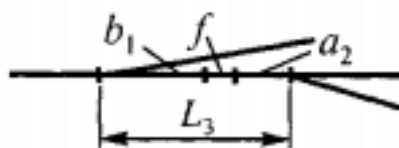

Рисунок 9.1 - Схемы взаимного расположения стрелочных переводов
**Задача 9.** Определить расстояние между центрами смежных стрелочных переводов марки 1/9 на прямо-отправочных путях в стесненных условиях (рисунок 9.1). Тип рельсов Р65. Длина вставки  $f$  в схеме равна 12,50 м.